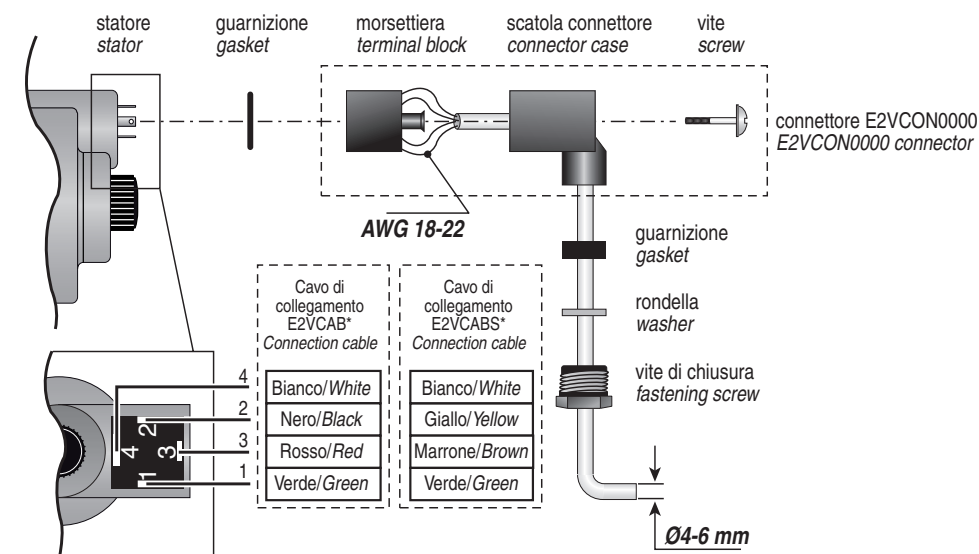

Fig. 5
- 8) Collegare il connettore già cablato al motore passo passo nel relativo alloggiamento e serrare la vite senza forzare troppo seguendo le indicazioni in Fig. 5. Collegare a questo punto l'estremità quadripolare del cavo nei relativi morsetti del Driver CAREL EVD\*\*\* o relativo controllo omologato CAREL ed impostare i parametri secondo il set riportato nella tabella sottostante.
- 8) Connect the pre-wired connector to the socket on the stepper motor and tighten the screw without applying excessive force, following the indications shown in Fig. 5. Then connect the four-pin end of the cable to the corresponding terminals on the CAREL EVD\*\*\* driver or other approved CAREL controller, and set the parameters according to the values shown in the table below.
Collegare un connettore costampato IP67 (E2VCAB\*) la cui mappatura è 1 Verde, 2 Nero, 3 Rosso, 4 Bianco. Alternativamente collegare un cavo quadripolare al connettore a cablare IP65 (E2VCON0000) secondo lo schema in Fig. 5: il connettore è di tipo standard DIN 43650.
Connect an IP67 co-moulded connector (E2VCAB\*) with mapping 1 Green, 2 Black, 3 Red, 4 White. Alternatively, connect a four-wire cable to the IP65 connector (E2VCON0000) as shown in the diagram in Fig. 5: this is a standard DIN 43650 connector.